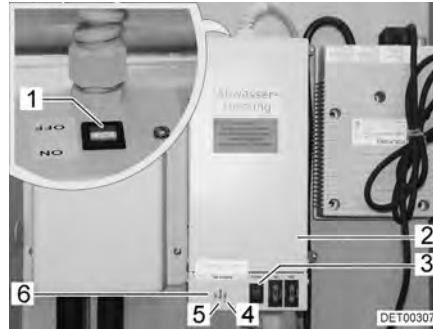

Fig. 123 Transformador con aparato regulador
Según el modelo, el transformador de 230 V AC/12 V DC (Fig. 123,2) estará instalado en el armario ropero o en el baúl del grupo de asientos.
- La luz de control (Fig. 123,5) se enciende de color verde: Regulación en funcionamiento
- Las luces de control (Fig. 123,4 y 6) se encienden rojas: Las tuberías de aguas residuales se calientan
La carcasa tiene un pulsador de prueba (Fig. 123,3) integrado con el cual se puede poner en funcionamiento brevemente el aparato regulador. Presionando el pulsador de prueba se puede comprobar el funcionamiento del calentamiento aún cuando la temperatura ambiente sobrepase los 5 °C.
- Poner el interruptor (Fig. 123,1) en el transformador (Fig. 123,2) en "ON".
- Poner el interruptor (Fig. 123,1) en el transformador (Fig. 123,2) en "OFF".